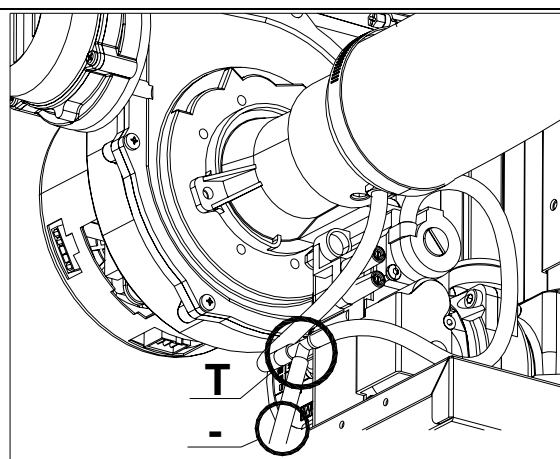

Figura 29
- 8) Collegare una delle due estremità del raccordo a T, utilizzando un altro tubetto in silicone, alla presa pressione sul venturi, l'altra estremità alla presa pressione negativa del micromanometro (Figura 29 a pagina 48).